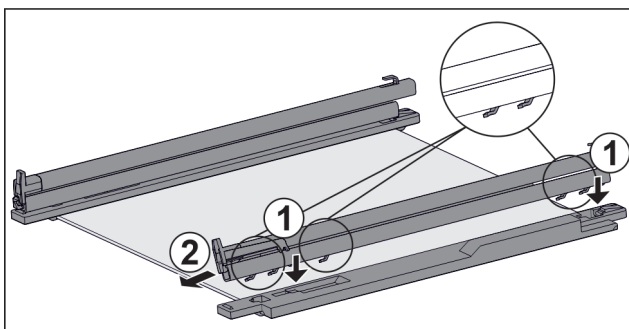

Fig. 48 Płyta szklana z szynami i elementami mocującymi
- ▶ Założyć haki szyny w otworach **lewego** elementu mocującego. Fig. 48 (1)
- ▶ Pociągnąć szynę do przodu. Fig. 48 (2)
- ▶ Założyć haki szyny w otworach **prawego** elementu mocującego. Fig. 48 (1)